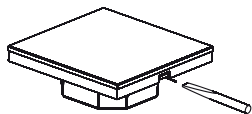

Рис.1. Отсоединение панели от корпуса
- 3.2. Аккуратно отделите лицевую панель от корпуса при помощи отвертки (Рис.1).